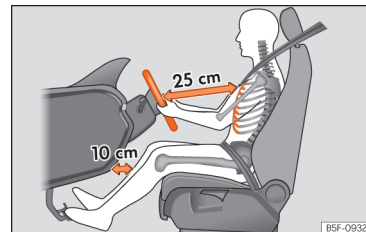

Fig. 20 La separació correcta entre el conductor i el volant ha de ser de 25 cm com a mínim (10 polzades).
- Ajusteu el volant de manera que quedi a una distància, d'almenys, 25 cm (10 polzades) de l'estern » » » **fig. 20** i el pugueu subjectar amb les dues mans pels costats, per la part exterior, amb els braços lleugerament flexionats.